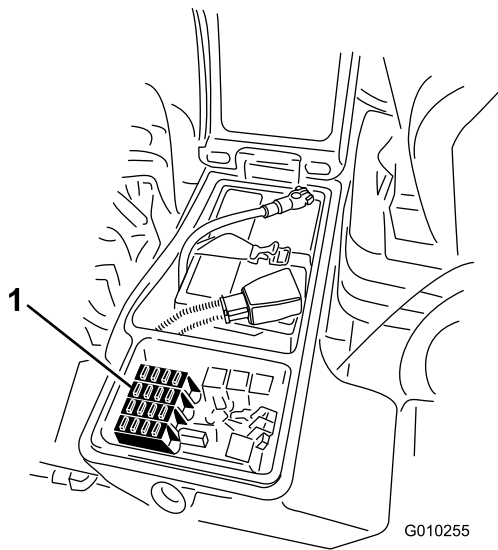

図 48
- 右側の物入れのカバーのラッチを外してベルトカバーを外し 図 47、ヒューズブロックを露出させる 図 48。
- 必要に応じてヒューズを交換する 図 48。